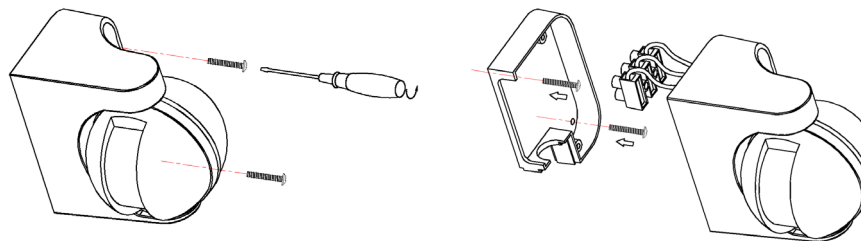

Рис. 2 Схема монтажа
5. Подключите питание. Настройте и протестируйте датчик, затем закрепите (рис. 2) его в заранее подготовленном месте.